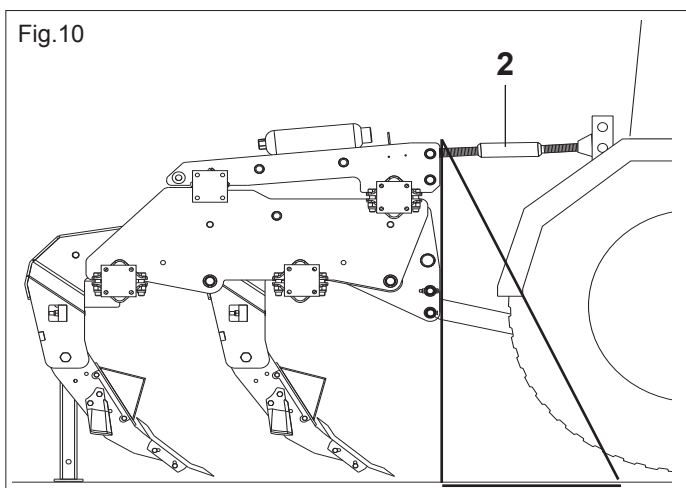

Fig.10
- 2) Conectar el tercer punto superior (2 Fig.10); la clavija tiene que bloquearse con el respectivo pasador; a través del tensor de regulación (2 Fig. 10) tratar que la sembradora se encuentre en posición perpendicular al terreno.